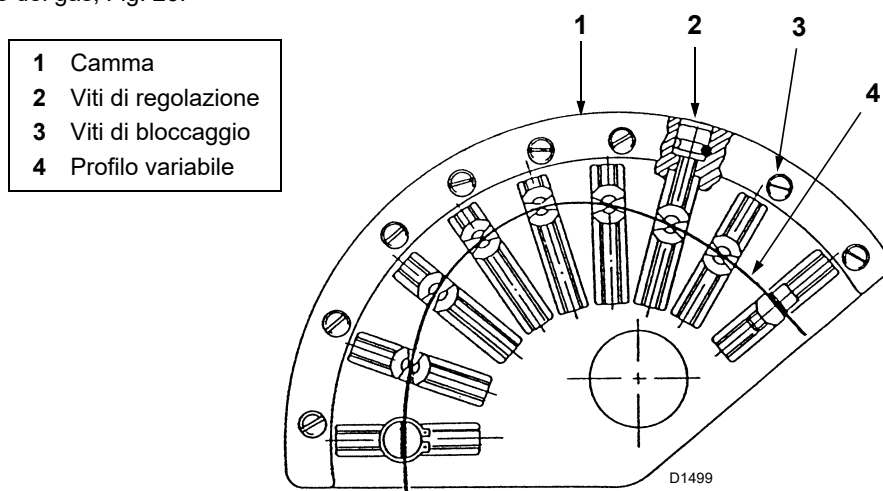

Fig. 26
Durante le operazioni di taratura del rapporto aria/combustibile per bruciatori a gas occorre agire sulle camme a profilo variabile dell'aria e del gas, Fig. 26.
Aumentare progressivamente la potenza, verificando di non superare la portata gas massima, portandosi a 130° del servomotore ed eventualmente procedendo ad un primo aggiustamento di massima della camma aria. A questo punto agire possibilmente sull'organo di regolazione della pressione in modo da ottenere la massima portata richiesta con la farfalla gas completamente aperta (90°), oppure agire sul profilo della camma gas mediante le viti (2) Fig. 26 e/o sulla valvola di regolazione della rampa gas.
Variare il profilo finale della camma aria agendo sulle viti (2) Fig. 26. Non agire su una sola vite ma anche su quelle vicine in modo che la curvatura della camma sia progressiva.